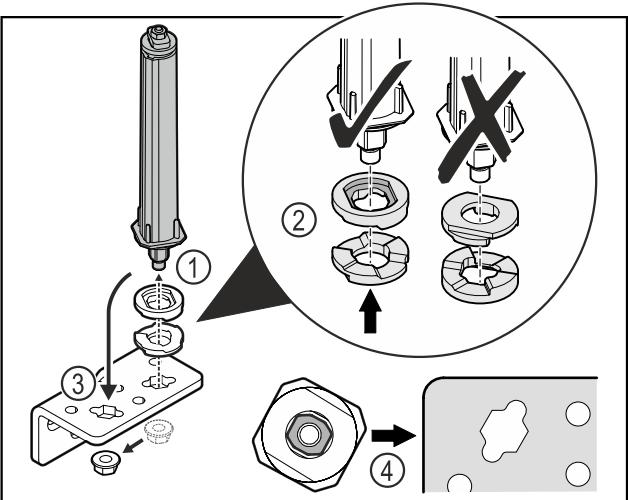

Fig. 39
► 松开螺母，并移除关门系统 Fig. 39 (1)。
► 确保高度调整垫片正确对齐 Fig. 39 (2)。
► 调换合页角铁中的关门系统并用螺母固定 Fig. 39 (3)。
► 装入时，确保关门系统正确对齐 Fig. 39 (4)。